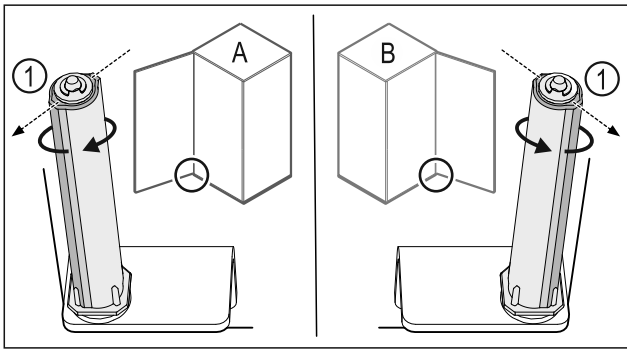

Fig. 42 Battuta a sinistra (A) / battuta a destra (B)
- ▶ Ruotare il sistema di chiusura contro la resistenza fino a quando la sporgenza del sistema di chiusura Fig. 42 (1) non è rivolta verso l'esterno.